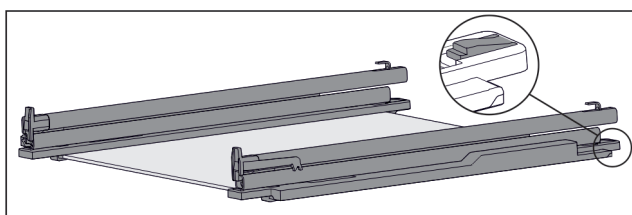

Fig. 154 Skleněná deska s kolejničkami a přídržnými díly
- Přídržný díl vzadu stlačte dolů (viz Fig. 154) a současně zasuněte kolejničku dozadu.